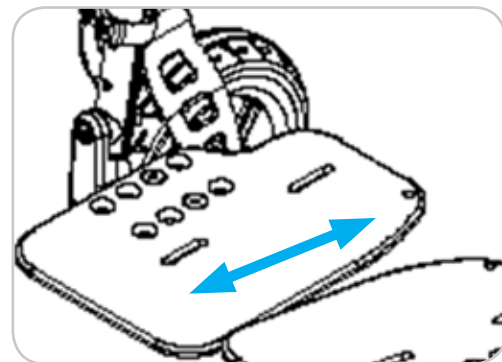

Figura 29
*Cfr. Figura 29.*
Cfr. Figura 29.